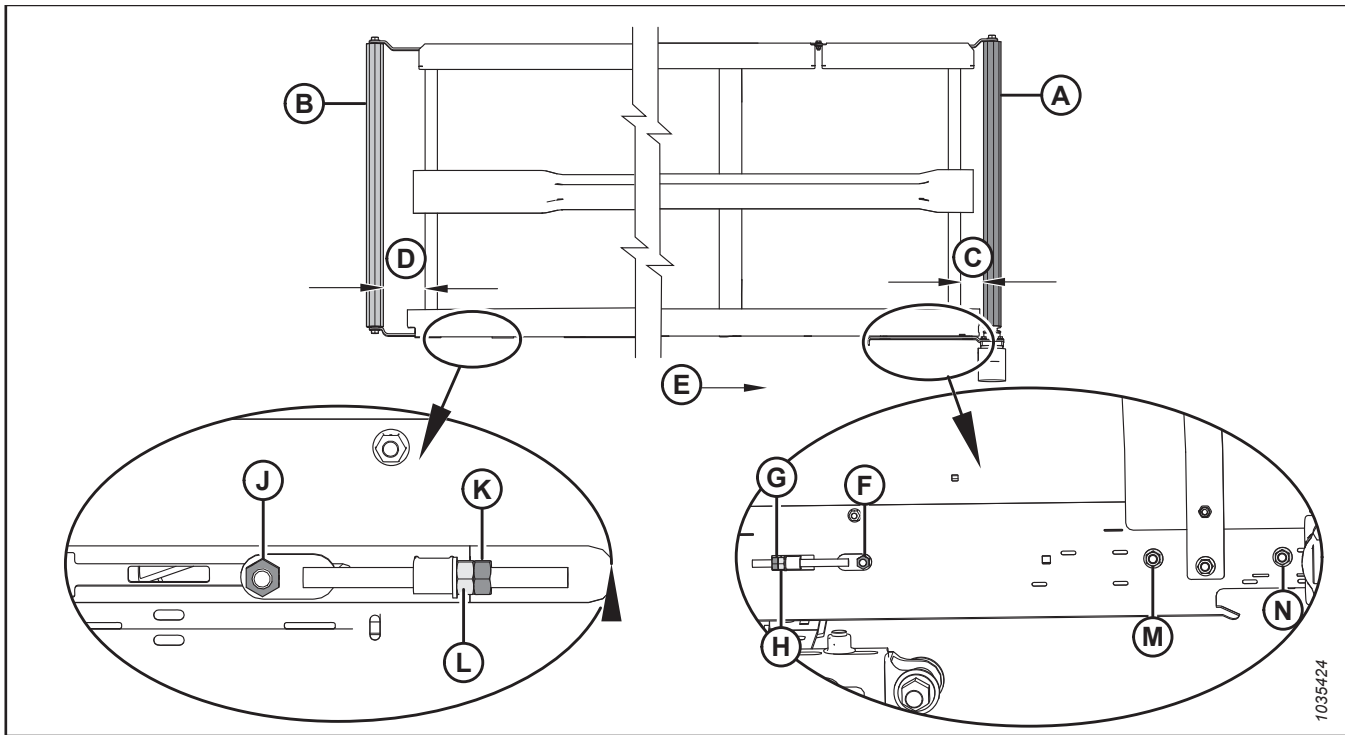

Figure 4.234: Réglage de l'alignement du tapis – Tapis gauche
2. Réglez le rouleau d'entraînement (A) pour changer C (consultez le tableau 4.2, page 430 et la figure 4.234, page 430) comme suit :
- a. Desserrer les écrous (F), (M) et (N), et le contre-écrou (G).
- b. Tournez l'écrou de réglage (H).
- c. Serrer les écrous (F), (M) et (N), et le contre-écrou (G).
3. Réglez le rouleau libre (B) pour changer D (consultez le tableau 4.2, page 430 et la figure 4.234, page 430) comme suit :
- a. Desserrez l'écrou (J) et le contre-écrou (K).
- b. Tournez l'écrou de réglage (L).